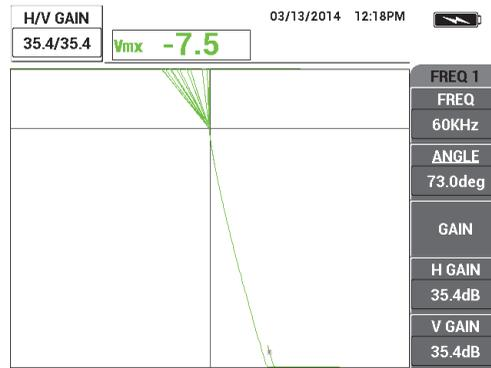

Figura 5-76 Ajuste de ganancia
- Coloque la sonda en la muestra de conductividad de 45 %; después, pulse la tecla GAIN (**dB**) y disminuya la ganancia hasta que el punto real se encuentre en el área de la pantalla. Vea la Figura 5-76 en la página 200.